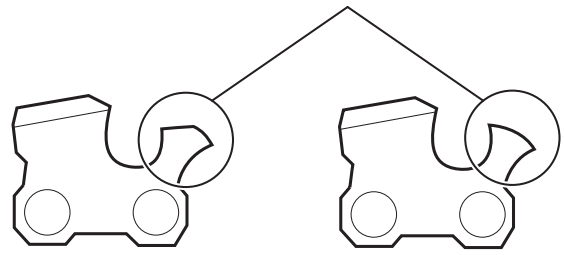

Fig. 43
- Después de bajar el calibre de profundidad, utilice la lima plana para devolverle al calibre de profundidad la forma redondeada original (Fig. 43). Tenga cuidado de no dañar los bordes de corte y los eslabones cercanos.